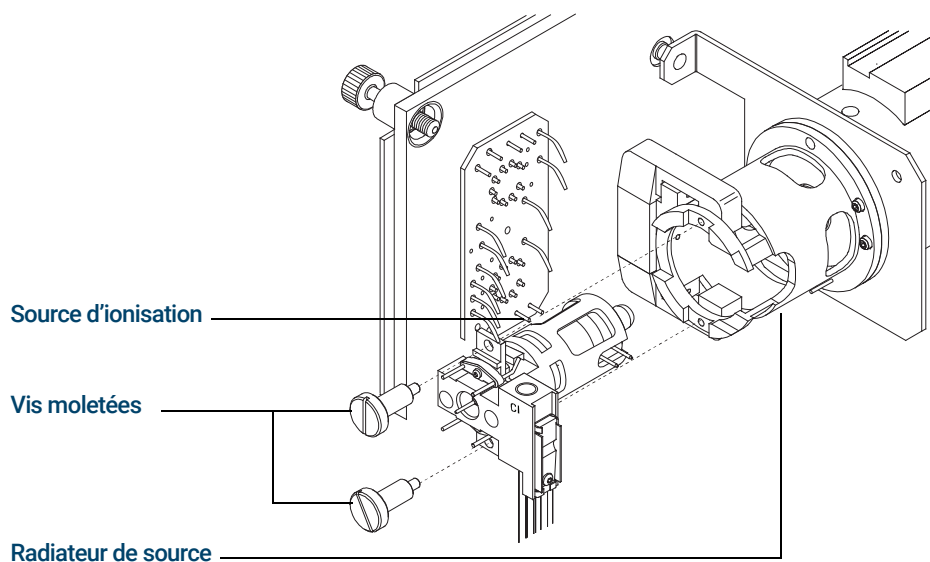

Figure 77 Installation de la source CI
- 3 Faire glisser la source CI dans le radiateur. (Voir **Figure 77**.)
- 4 Installer les vis moletées. (Voir **Figure 77**.)